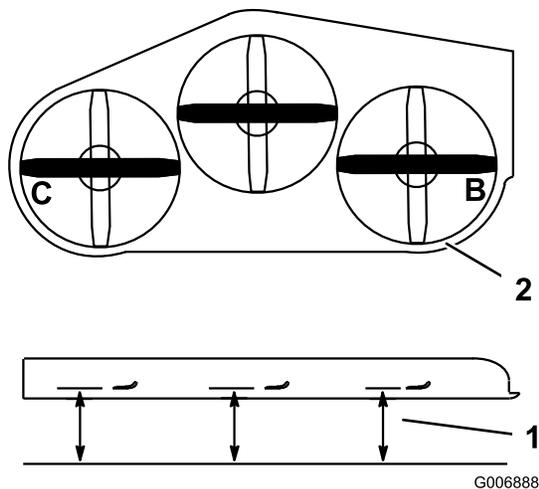

Figura 82
3. Coloque las cuchillas en posición lateral. Mida en las posiciones **B** y **C** desde una superficie nivelada hasta el filo de corte de los extremos de la cuchilla (Figura 82).